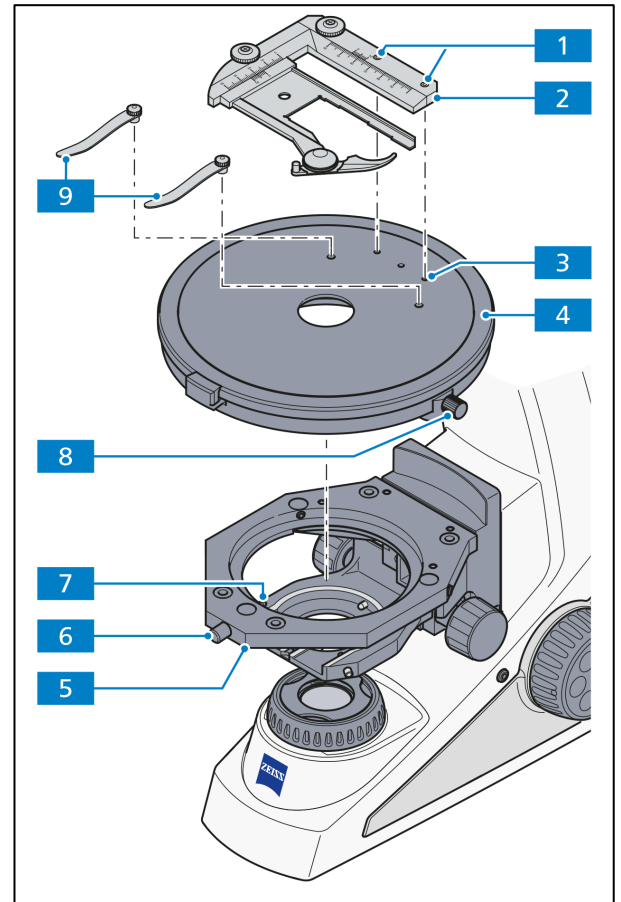

Abb. 3-10 Drehtisch Pol mit Rastung, aufsetzbaren Objektivführer Pol und Tischfedern wechseln
- Schraubkappe (Abb. 3-10/6) des Federhauses mit ca. drei Umdrehungen lösen.
- Drehtisch Pol (Abb. 3-10/4) nach vorn gegen Federstift (Abb. 3-10/7) drücken, hinten aus dem Tischträger (Abb. 3-10/5) herausheben und nach oben abnehmen.
- Schraubkappe (Abb. 3-10/6) wieder festschrauben.
- Ggf. Schraubkappe (Abb. 3-10/6) des Federhauses mit ca. drei Umdrehungen lösen.
- Drehtisch Pol mit Kerbe der Ringschwalbe (Tischunterseite) an den Federstift (Abb. 3-10/7) ansetzen.
- Drehtisch so montieren, dass die Klemmschraube (Abb. 3-10/8) nach vorne rechts zeigt.
- Drehtisch Pol nach vorn gegen Federstift drücken und hinten in den Tischträger (Abb. 3-10/5) absenken, dann loslassen.
- Beide Klemmschrauben (Abb. 3-10/1) auf dem Objektivführer Pol mit dem Innensechskantschlüssel (SW 2) lösen. Objektivführer Pol (Abb. 3-10/2) nach oben abnehmen.
- Federklemmen (Abb. 3-10/9) in die dafür vorgesehenen Bohrungen einstecken.
- Federklemmen (Abb. 3-10/9) vom Drehtisch Pol entfernen.
- Objektführer Pol (Abb. 3-10/2) mit den beiden, an der Unterseite befindlichen Zylinderstiften in die entsprechenden Bohrungen (Abb. 3-10/3) einsetzen und die beiden Klemmschrauben (Abb. 3-10/1) mit Innensechskantschlüssel (SW 2) festziehen.